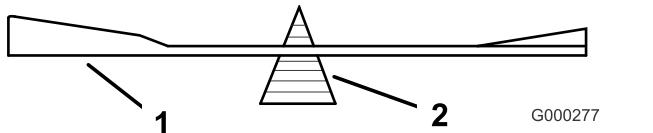

Figure 82
2. Vérifiez l'équilibre de la lame en la plaçant sur un équilibrEUR (Figure 82).